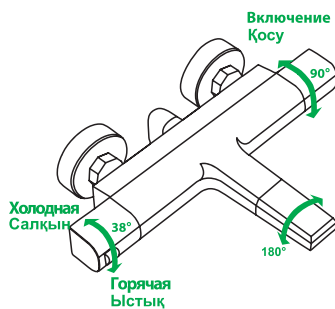

Рис. 2 / 2-сур.
1. Ручка дивертора используется для включения/выключения смесителя, переключения воды с излива на ручную лейку и регулировки напора воды (см. рис. 2).